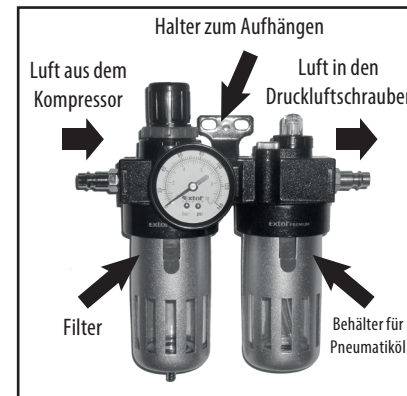

Abb.12
- 2. Schließen Sie an den Eingang der Aufbereitungsanlage über einen Schlauch die Luft aus dem Kompressor an. Schließen Sie an den Ausgang der Aufbereitungsanlage einen Luftschlauch an und diesen an den Lufteingang an der Nietzange, siehe Abb. 12.**